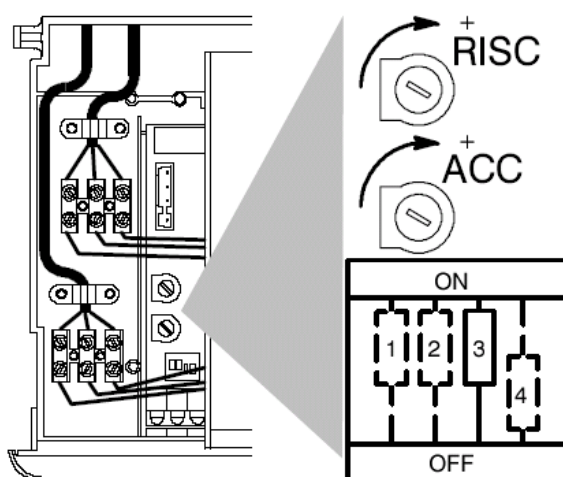

Рис. 7.5.
Для регулирования мощности розжига переместите переключатель „3”, (рис. 7.5.), в положение OFF и настройте потенциометр “ACC”, используя подходящую отвёртку, до получения правильного розжига (Смотрите табл. 7.4.). После завершения действия, переместите микровыключатель “3” в положение “ON”.
1. Настройте полезную мощность с помощью подходящей отвёртки, поворачивая потенциометр регулировки "RISC" (рис. 7.5.)